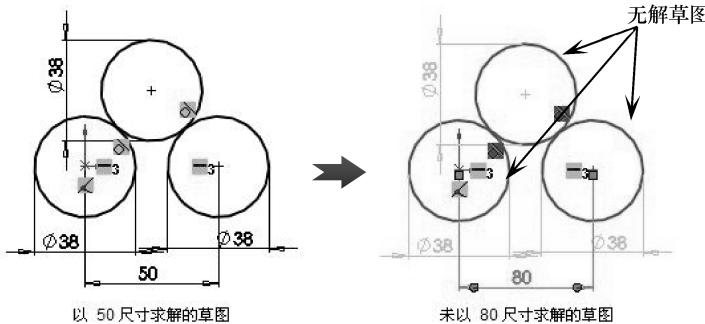

图 2-164 无解的草图
- 无解：表示几何体无法决定一个或多个草图曲线的位置，在图形区域中以红色出现，如图 2-164 所示。